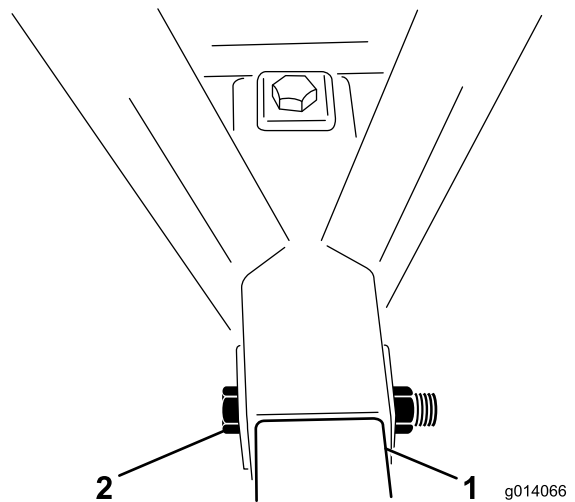

Bild 4
5. Setzen Sie eine Schraube (1" x 6-1/2") durch den Rahmen und das Anbauvorrichtungsrohr und setzen Sie die Sicherungsmutter ein (Bild 4).
6. Setzen Sie die zweite Schraube (1" x 6-1/2") durch die Oberkante des Rahmens und durch das Anbauvorrichtungsrohr. Setzen Sie die Sicherungsmutter ein (Bild 4):